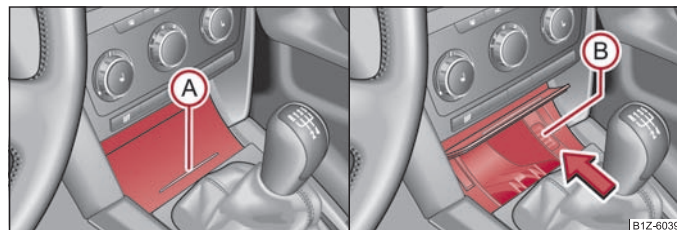

Fig. 68 Consolle centrale: Posacenera / Estrazione dell'inserto posacenera
- Pigiare sulla parte inferiore del coperchio del posacenera - punto (A) ⇒ fig. 68.